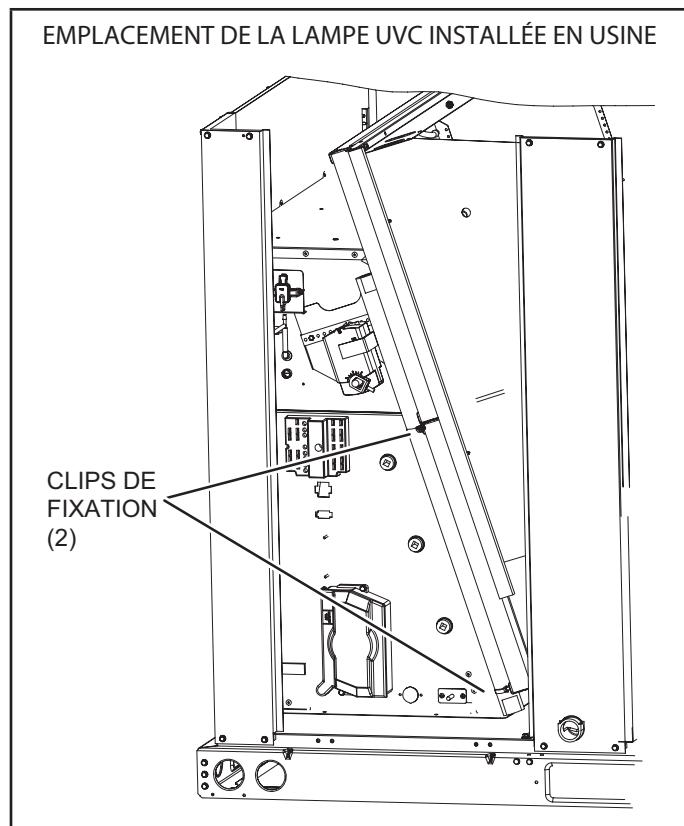

FIGURE 41
- Couper les serre-fils et retirer la lampe UVC attachée au porte-filtre. Voir FIGURE 41.